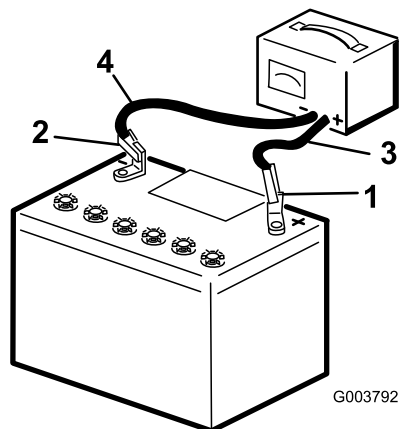

Figure 97
5. Connectez le câble positif du chargeur de batterie à la borne positive de la batterie (Figure 97).
6. Branchez le câble négatif du chargeur de batterie à la borne négative de la batterie (Figure 97).
8. Quand la batterie est chargée au maximum, débranchez le chargeur de la source électrique, puis débranchez les fils du chargeur des bornes de la batterie (Figure 97).